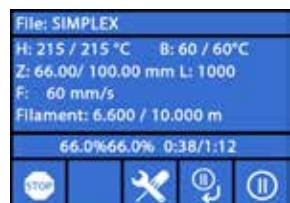

図 59
- ⇒ ボタンを押します（図59参照）。
⇒ ①ボタンを押します（図59参照）。
- ◆ アイコンが①に変わります。